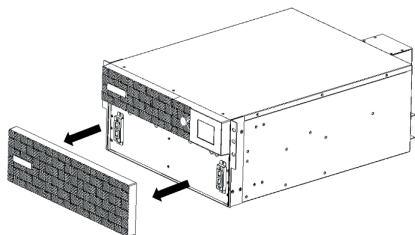

Рисунок 1
1. Снимите крышку передней панели отсека батарей с ИБП (рис. 1).